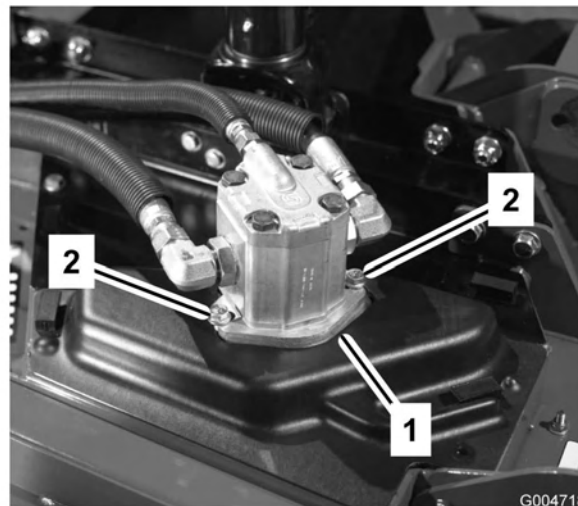

Figure 64
- Enlevez les boulons qui fixent le moteur hydraulique au plateau de coupe (Figure 64). Soulevez le moteur et placez-le sur le dessus du plateau de coupe.